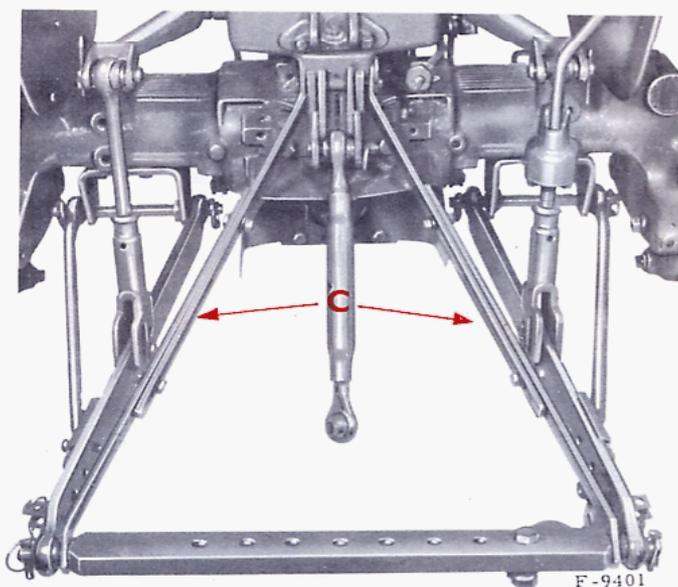

Fig. 37. — Raidisseurs de barre d'attelage 3-points
Ces raidisseurs (C) (figure 37) qui peuvent être commandés séparément servent à maintenir fixe la hauteur désirée de la barre d'attelage 3-points. Ils s'adaptent de part et d'autre du support du ler point et aux extrémités de la barre d'attelage à l'intérieur des maillons inférieurs.